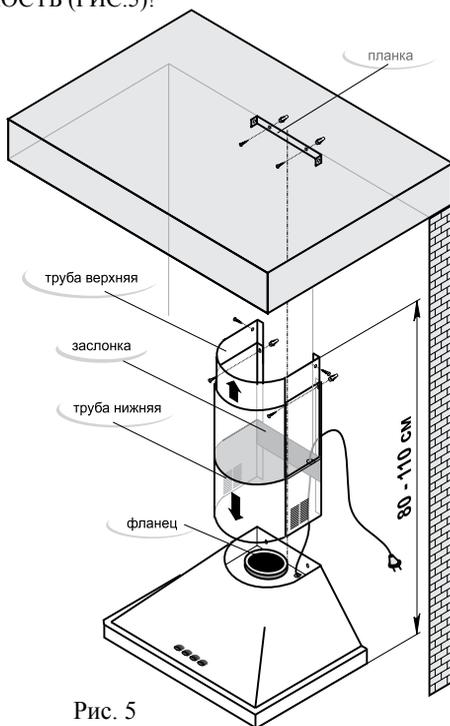

Рис. 5
- 5.1 Внутри корoba воздухоочистителя (рис.1) располагаются вентилятор и узел подсветки. Снизу корoba закрывается металлическим фильтром. На передней поверхности корoba расположены кнопки управления работой воздухоочистителя. В верхней полости корoba воздухоочистителя (рис.5) находится фланец для отвода очищенного воздуха.
ВНИМАНИЕ: МИНИМАЛЬНОЕ РАССТОЯНИЕ МЕЖДУ ПЛОСКОСТЬЮ УСТАНОВКИ ПОСУДЫ НА ПЛИТУ (НАГРЕВАТЕЛЬНОЙ ПОВЕРХНОСТЬЮ) И ВОЗДУХООЧИСТИТЕЛЕМ ДОЛЖНО БЫТЬ 75 см. ВОЗДУХООЧИСТИТЕЛЬ КРЕПИТЬ НА РОВНУЮ ПОВЕРХНОСТЬ (РИС.5)!